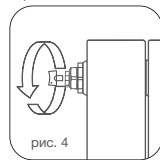

рис. 4
- 8.4. Для удаления воздуха из радиатора в верхний коллектор обязательна установка крана Маевского* или автоматического воздухоотводчика. Для удаления воздуха через кран Маевского необходимо периодически (несколько раз в год) вручную стравливать его с помощью специального ключа* (рис. 4).